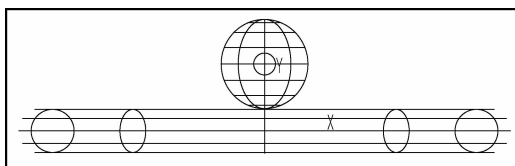

图 11-46 在球心处绘制圆
(5) 转换为左视图, 捕捉球心, 绘制半径为 5 的圆, 如图 11-46 所示。